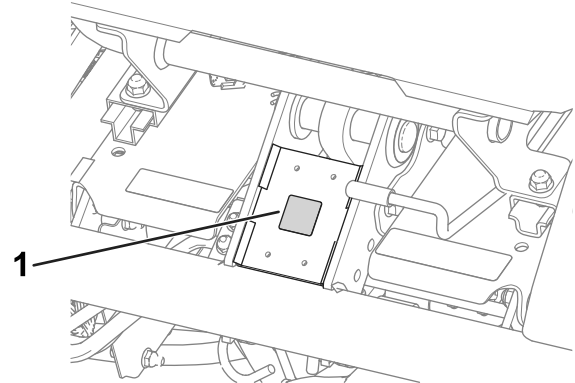

図 14
- CE マークステッカーP/N 93-7252を、運転席前下のフレーム部分に貼りつける図 14。